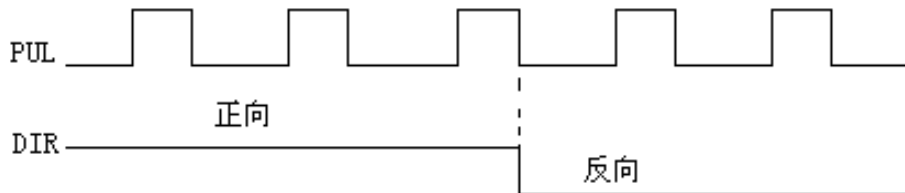

图 2-1 单脉冲模式脉冲输出
(1) 单脉冲模式中，PUL 和 DIR 信号如图 2-1 所示：